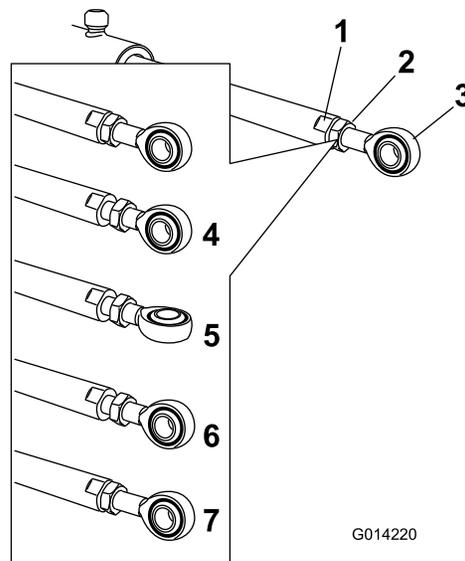

图14
5. 在提升器杆的平整侧用扳手进行固定然后松开锁紧螺母使孔眼杆可以调整**图14**。
6. 转动提升器杆上的孔眼杆将延伸的提升器缩短或延长至所需的位置**图14**。